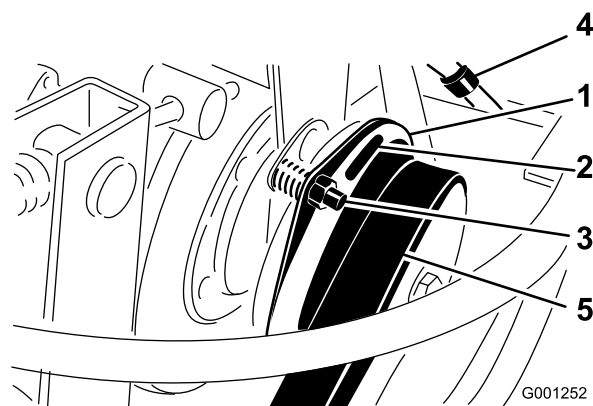

Figura 65
- Ajuste a folga de modo a permitir a introdução de um calibre de 0,4 mm entre a cobertura da embraiagem e a placa de fricção (Figura 65). Pode reduzir esta folga se rodar a porca de ajuste no sentido dos ponteiros do relógio (Figura 65). A folga máxima é de 0,76 mm. Ajuste as três folgas.